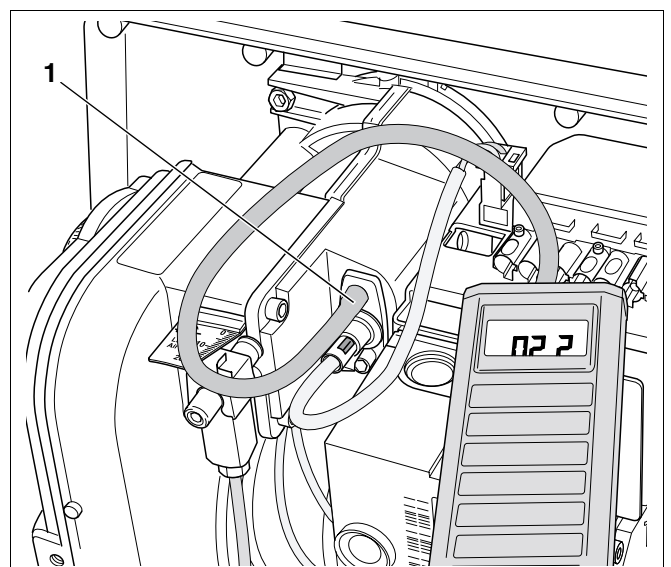

Fig. 23 Verificação da pressão do ventilador
- Verifique a pressão do ventilador no local de medição (Fig. 23, **Item 1**) utilizando um manómetro sensível (valores veja o Capítulo 4 "Características técnicas", Página 9).